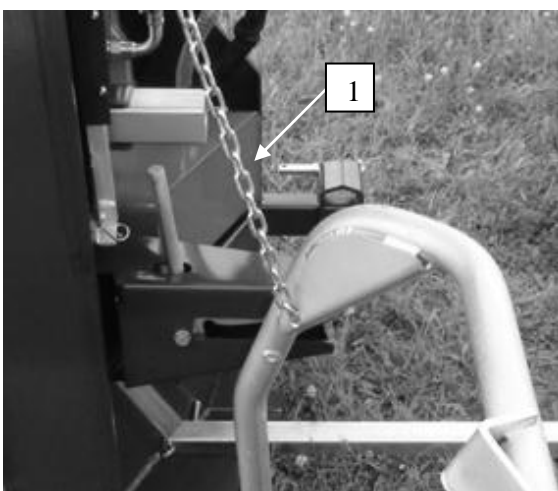
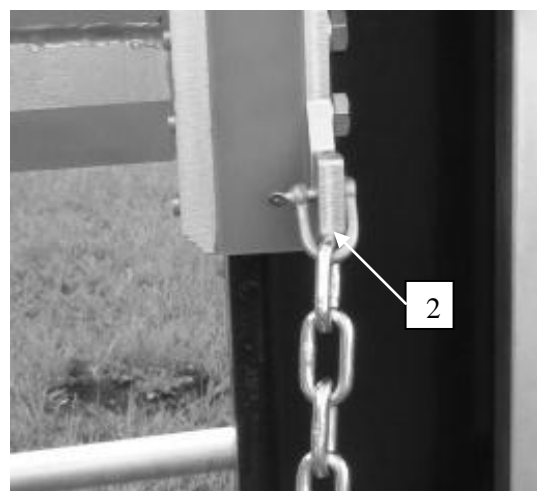

Bild 34
Bild 35
- Die Kette regelmäßig überprüfen (1), eventuell verformtes Glied (2) ersetzen (Bild 34 und Bild 35).